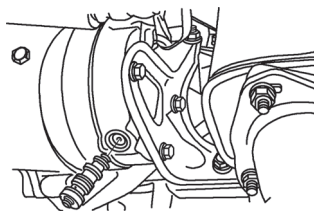

图 5-88 控制阀总成的拆卸
①回收制冷剂。
②拆出控制阀定位卡环。
③移出控制阀如图5-88所示。
①用制冷剂润滑油润滑O形圈后，装回控制阀。
②装回控制阀定位卡环。
③重新充注制冷剂。
(6) 压缩机泄漏测试